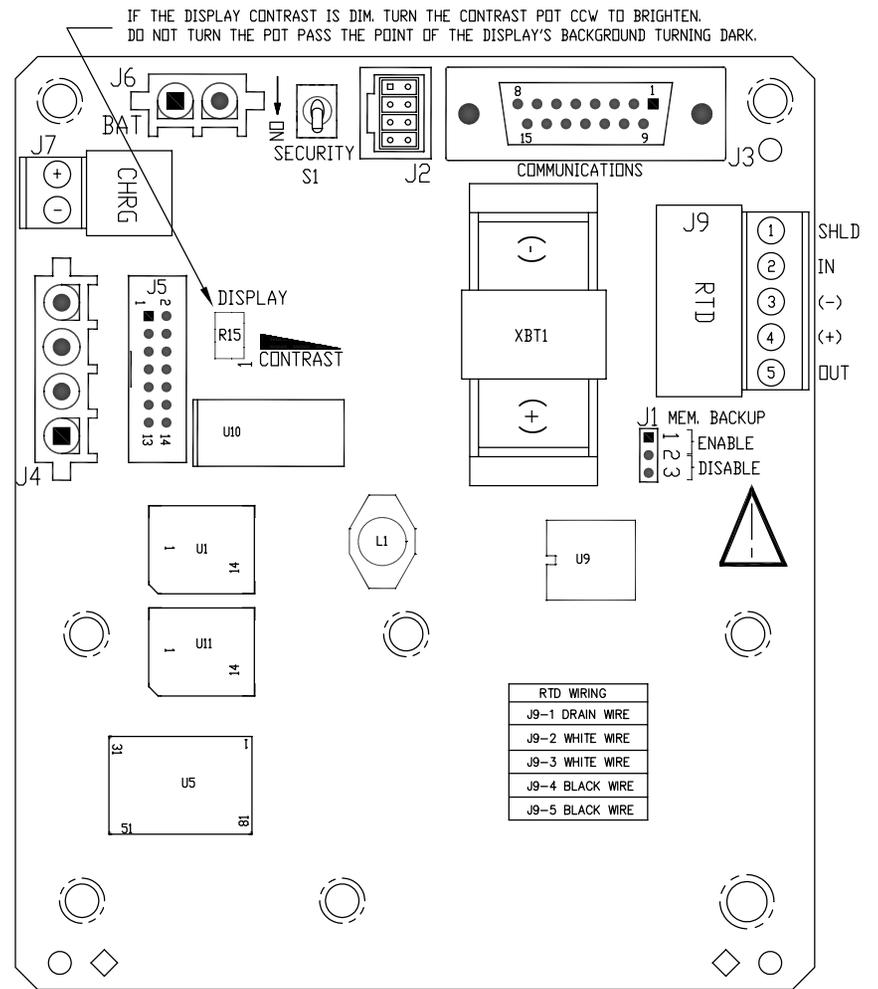

图 5 (μ FLO 板布局)
7. 安装 RTD 并将连线连接到连接器块 J9。(请参见第 6 页和图 5)
8. 确认存储器备用锂电池为启用。这是 J1、端子 1 和 2。(请参见第 7 页和图 5)
9. 安装已充满电的电池并将它连接到电池连接器 J6。(请参见第 7 页和图 5)
3. 从 μ FLO 机箱中取下扣式插头之一并安装缆线接头。从缆线接头上取下螺帽、密封环和橡胶索环。将螺帽、密封环和橡胶索环滑到 RTD 缆线上并将缆线穿过缆线接头主体。应该令缆线足够长，可以延伸到设备上，以便将连线连接到 RTD 端子块 J9。（请参见图 5）
5. 按如下所示将 RTD 探测器连接到 μ FLO 的 RTD 连接器：在进行与端子块的连接前，应首先取下平接线片（如果连有）并将线端剪去 1/4 英寸。从 μ FLO 的主电路板上取下 J9 端子块。（请参见图 5）
3. 将电池组连接器连接到主电路板电池连接器 J6。（请参见图 5）
1. 确认 "Memory Backup"（存储器备用锂电池）为 "Enabled"（启用），并且 J1 的上部两个针脚（1 和 2）上有跳线。J1 就在紧下方以及 RTD 连接器的稍微左一点。（请参见图 5）
8. 太阳能电池板电源线连接到端子块 J7 充电器输入端子上（请参见图 5）。从 μ FLO 机箱中取下扣式插头之一并安装缆线接头。从缆线接头上取下螺帽、密封环和橡胶索环。将螺帽、密封环和索环滑到缆线上并将缆线穿过缆线接头的主体。令电源线足够长，可以延伸到设备上，以便连接到充电器输入 +/- 端子。